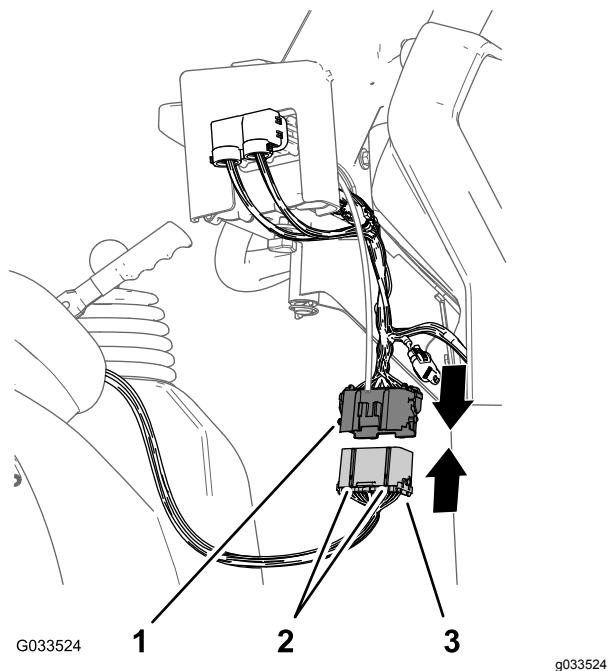

Figura 23
preassemblato anteriore collegato al quadro di comando (Figura 23).
2. Collegate il connettore del cablaggio preassemblato posteriore al connettore del cablaggio preassemblato anteriore, fino a quando i fermi dei connettori non scattano saldamente insieme (Figura 23).